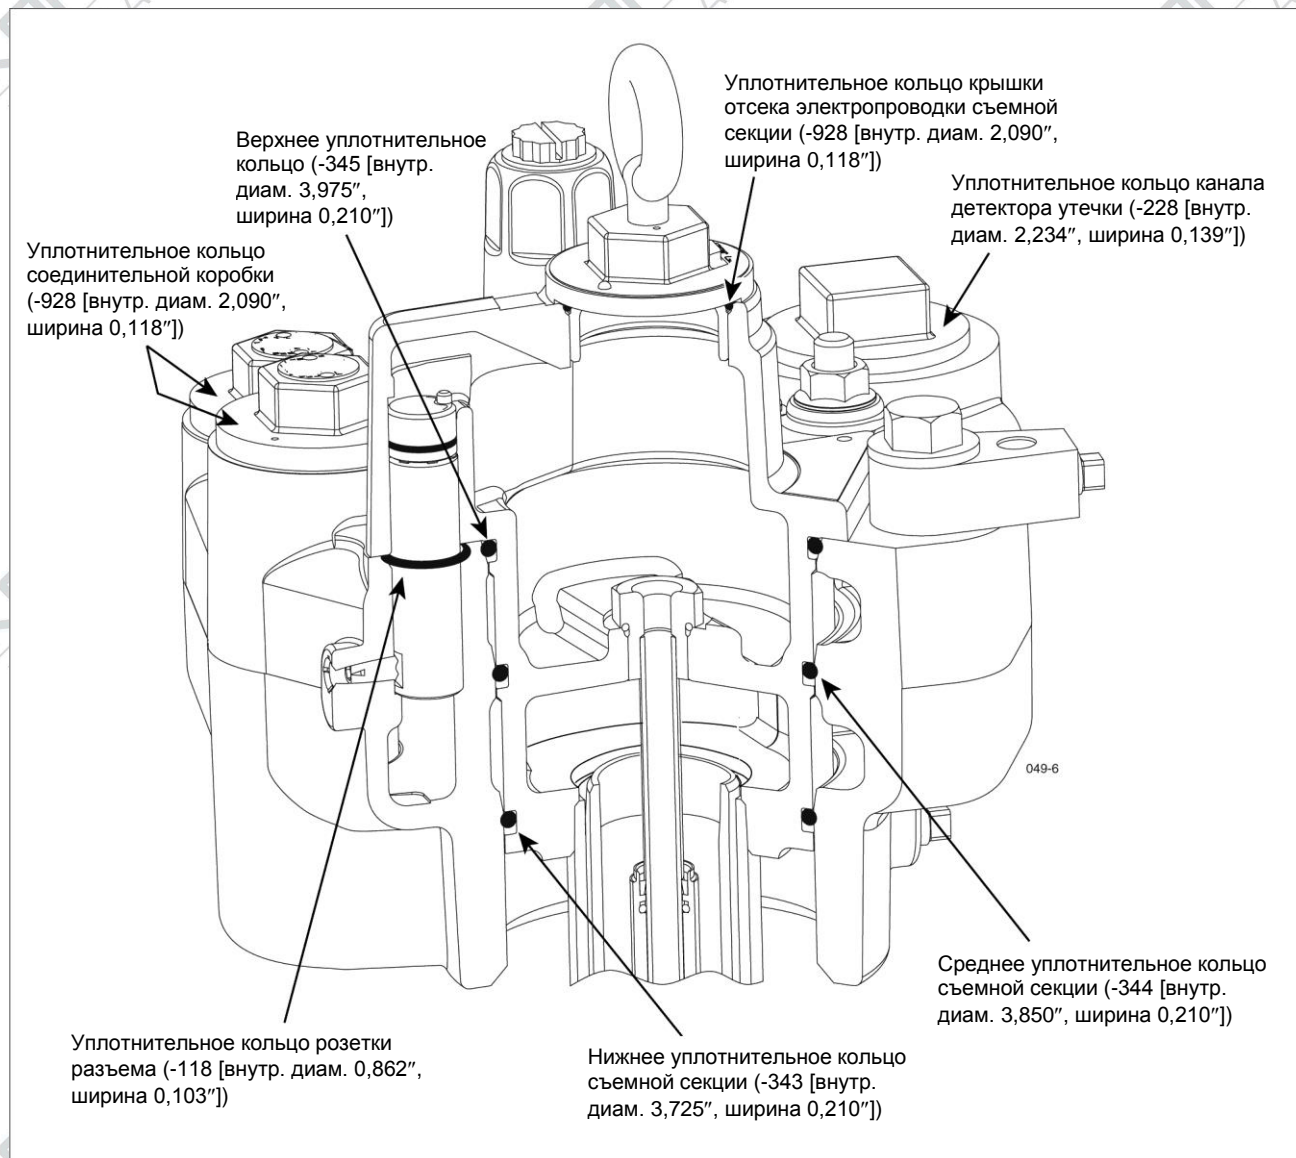

Рисунок 29. Местоположения уплотнительных колец пакера и манифольда
12. Возьмите из крепежного/уплотнительного комплекта три съемных уплотнительных кольца: верхнее (внутр. диам. 3,975", ширина 0,210"), среднее (внутр. диам. 3,850", ширина 0,210") и нижнее (внутр. диам. 3,725", ширина 0,210"). Размеры колец очень близки, поэтому при их идентификации необходимо быть очень внимательным. Смажьте каждое уплотнительное кольцо техническим вазелином на нефтяной основе и установите кольца в соответствующие канавки съемной секции (см. рисунок 29).
13. Снимите уплотнительное кольцо розетки разъема манифольда (см. рисунок 29). Возьмите из крепежного/уплотнительного комплекта уплотнительное кольцо с внутренним диаметром 0,862" и шириной 0,103", и смажьте его техническим вазелином на нефтяной основе. Наденьте уплотнительное кольцо на розетку разъема и посадите в паз.
21. Возьмите из крепежного/уплотнительного комплекта три съёмных уплотнительных кольца: верхнее (внутр. диам. 3,975", ширина 0,210"), среднее (внутр. диам. 3,850", ширина 0,210") и нижнее (внутр. диам. 3,725", ширина 0,210"). Размеры колец очень близки, поэтому при их идентификации необходимо быть очень внимательным. Смажьте каждое уплотнительное кольцо техническим вазелином на нефтяной основе и установите кольца в соответствующие канавки съёмной секции — см. Рисунок 29 на стр. 38.
22. Снимите уплотнительное кольцо розетки разъема манифольда — см. Рисунок 29 на стр. 38. Возьмите из крепежного/уплотнительного комплекта уплотнительное кольцо с внутренним диаметром 0,862" и шириной 0,103" и смажьте его техническим вазелином на нефтяной основе. Наденьте уплотнительное кольцо на розетку разъема и посадите в паз.